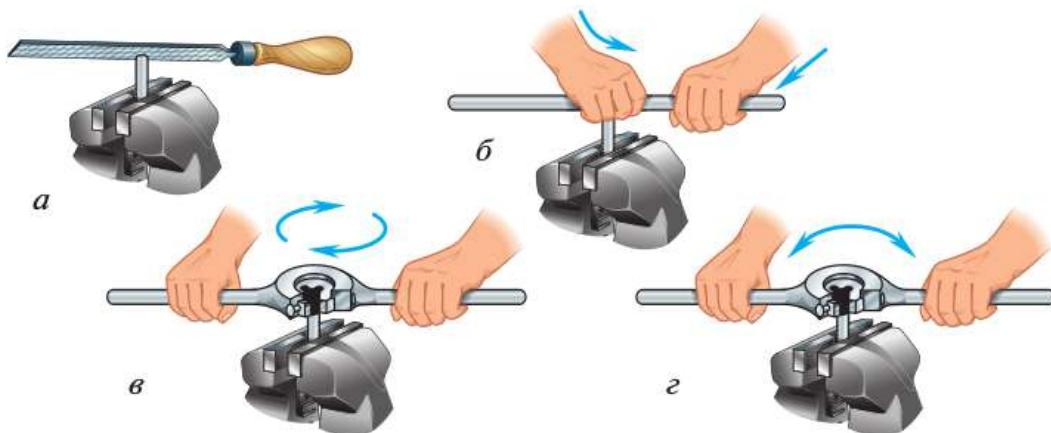

Рис. 5.56. Нарезание резьбы плашками: а — снятие фаски на стержне; б — начало работы; в, г — приёмы работы
- ▶ 3. Отметьте длину нарезаемой резьбы (напильником, мелом, чертилкой), сделайте на конце заготовки фаски (рис. 5.56, а).
- ▶ 5. Наложите плашкодержатель с плашкой на нарезаемый конец заготовки клеймом (надписью) вниз (рис. 5.56, б).
- ▶ 6. Ладонью рабочей руки нажмите на корпус плашкодержателя вниз; нерабочей рукой вращайте его по часовой стрелке, пока заборная часть плашки не врежется в заготовку (рис. 5.56, в). Затем, вращая плашкодержатель за ручки (рис. 5.56, г), сделайте 1—2 обо-